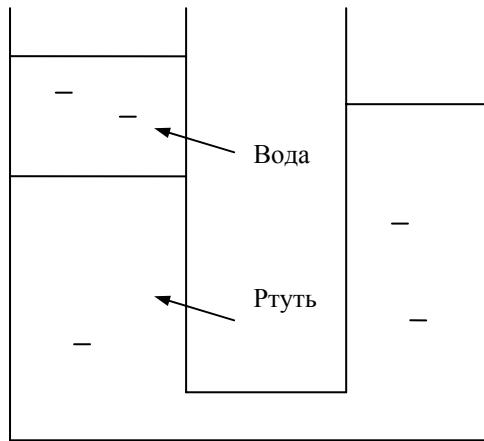

Рисунок 2.5 – Схема к задаче 2.12
2.12 В сообщающихся сосудах находятся жидкости: вода и ртуть (см. рис. 2.5). Определить высоту столба жидкости в сосуде справа, если в сосуде слева высота столба воды 2 см, а ртути – 8 см. Чему будет равна данная высота, если сосуд слева закрыть и над свободной поверхностью жидкости поместить газ, избыточное давление которого 1,0 кПа?